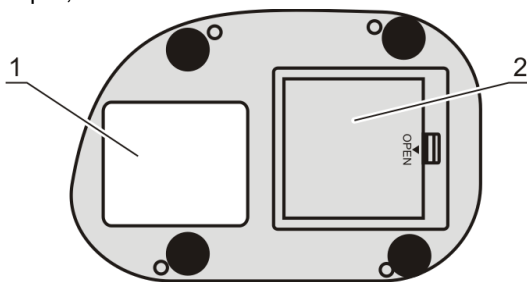

Рисунок 1. Вид снизу
- Установка батареек в **DEN-1B**. Оттяните фиксатор на крышке держателя батареек (рис. 1/2), разместите 3xAA батарейки по схеме в держателе. Закройте держатель.
4.4. **Заводская калибровка.** Прибор откалиброван изготовителем для работы со стеклянными пробирками с внешним диаметром 16 мм (см. наклейку на основании прибора, рис. 1/1) при температурах от +15 °С до +25 °С и сохраняет данные калибровки при выключении.
6.1. Прибор откалиброван изготовителем для работы со стеклянными пробирками с внешним диаметром 16 мм (см. наклейку на основании прибора, рис. 1/1) при температурах от +15 °C до +25 °C и сохраняет данные калибровки при выключении. Для использования другого типа пробирок необходимо провести отдельную калибровку, как указано ниже.